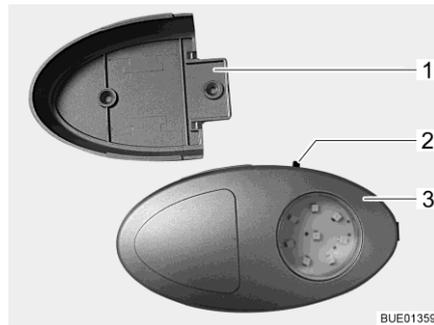

Bild 82 Kleiderschrankleuchte/Taschenlampe
- ▷ Die Kleiderschrankleuchte kann aus der verschraubten Halterung (Bild 82,1) herausgezogen und als Taschenlampe verwendet werden.
Der Ein-/Ausschalter (Bild 82,2) ist direkt an der Kleiderschrankleuchte (Bild 82,3) angebracht.